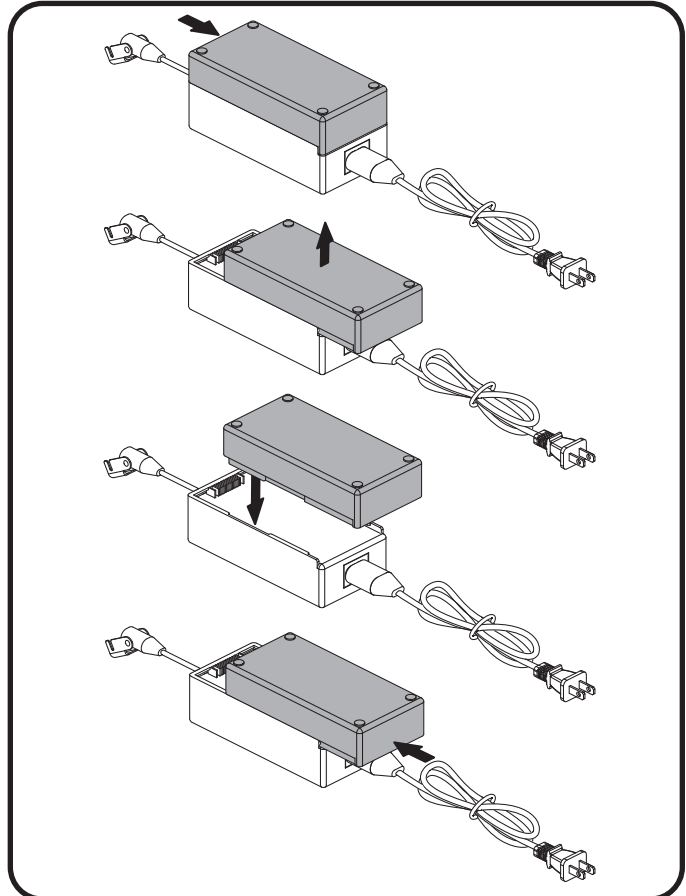

Abbildung 4.3 Austausch des Lithium-Ionen-Akkus
2. Positionieren Sie den externen Transformator so, dass der Lithium-Ionen-Akku nach oben zeigt (**Abb. 4.3**).
5. Legen Sie den neuen Lithium-Ionen-Akku mit den Befestigungsnuten zum externen Transformator oben auf den externen Transformator (**Abb. 4.3**).